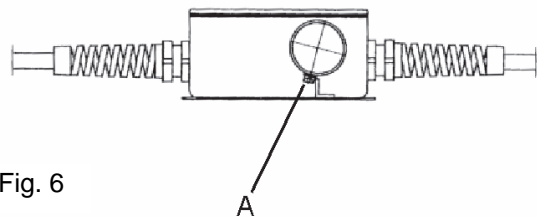

Fig. 6
När skruven (A), placerad på knappen, är i stopposition motsvarar det lägsta hastighet på vibratorn (fig. 6). När knappen är i detta läge ska vibratorhastigheten vara mellan 2000 och 2200 v/min.